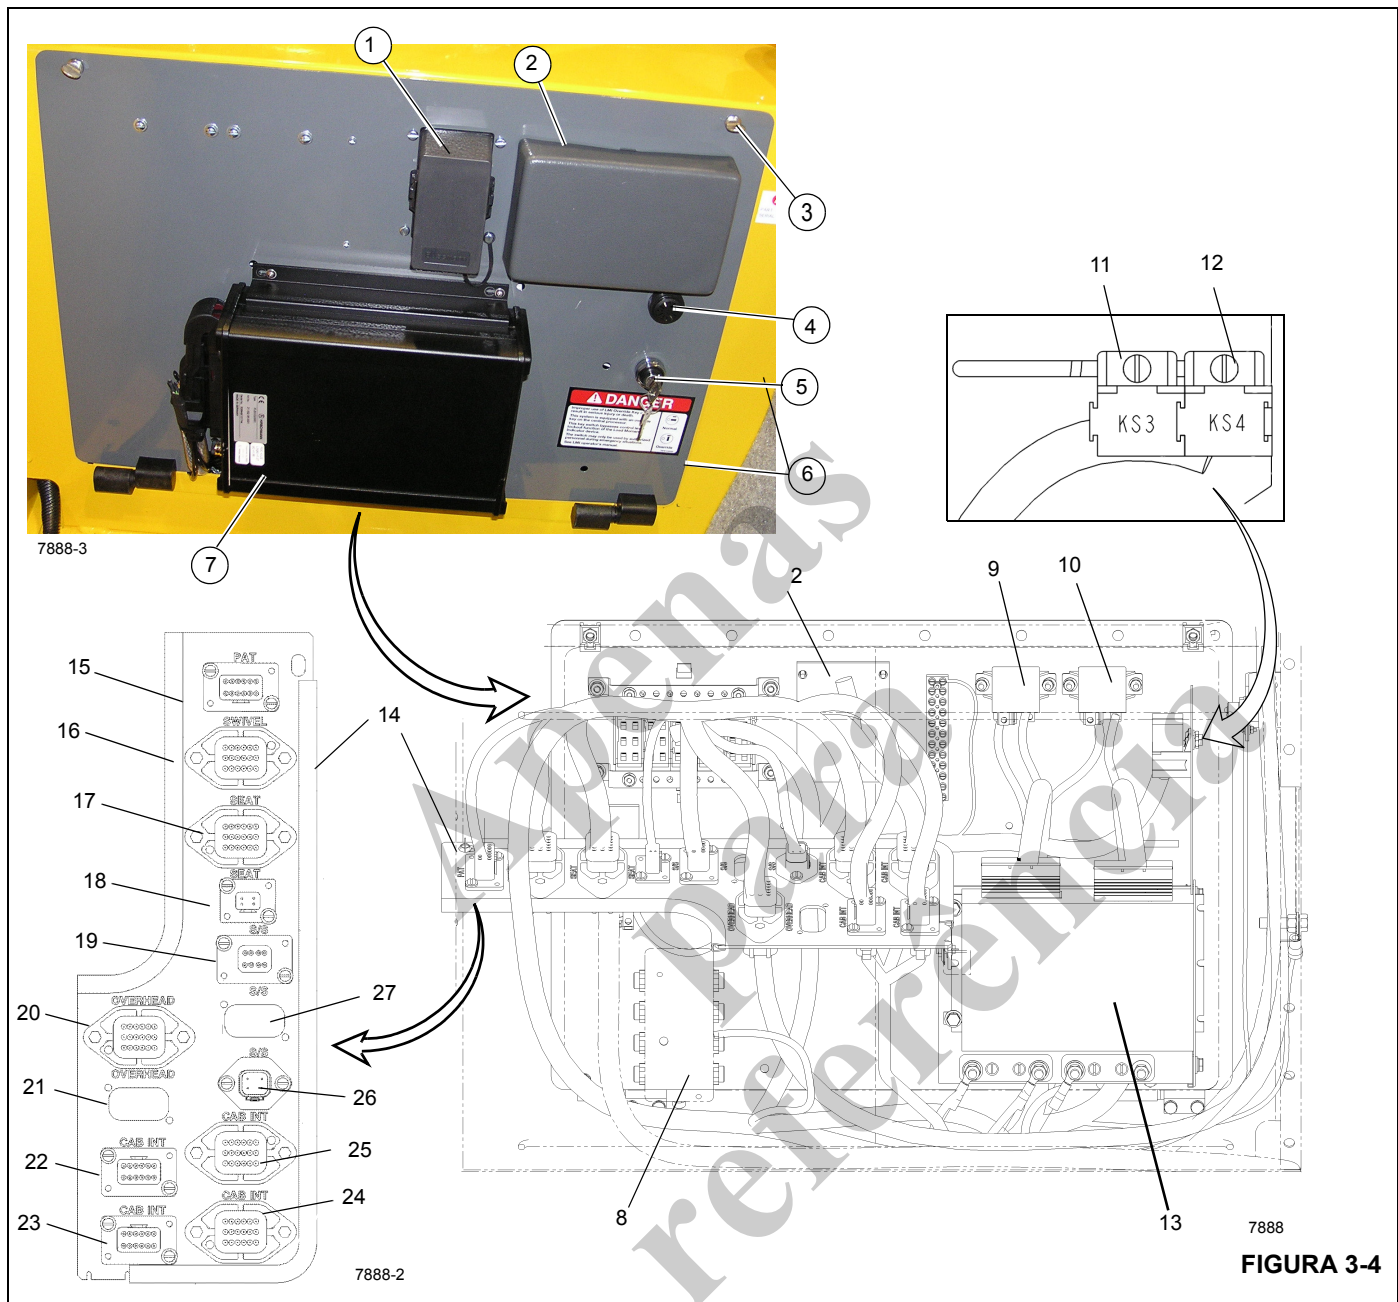

FIGURA 3-4
O painel elétrico da cabine (6) (Figura 3-4) contém os relés da cabine e da superestrutura, a caixa de fusíveis, o anteparo do conector do chicote elétrico, o módulo RCL, a chave de cancelamento do RCL e a campainha de alarme de pulso rápido. Ele está localizado dentro da cabine do guindaste, atrás do assento do operador. O acesso à parte traseira do painel é feito removendo-se os dois parafusos (3) (Figura 3-4) que prendem a tampa do painel.
Os dois relés dos acessórios (9, 10) (Figura 3-4) atrás do painel elétrico da cabine, controlam a alimentação dos fusíveis 9 a 20 na caixa de fusíveis. As bobinas dos relés dos acessórios são energizadas quando a chave de ignição está na posição de funcionamento ou ACC (acessório).
A caixa de fusíveis (2) (Figura 3-4) no painel elétrico da cabine contém vinte fusíveis. Os fusíveis 1 a 5 são energizados quando a bateria está conectada. Quando a bateria está conectada e a chave de ignição está na posição de funcionamento, os fusíveis 6 a 8 são energizados. Se a chave de ignição está na posição ACC, o fusível 8 será energizado enquanto os fusíveis 6 e 7 permanecem desenergizados. Os fusíveis 9 a 12 são energizados através do Relé de ACC N° 1 e os fusíveis 13 a 20 são energizados pelo Relé de ACC N° 2.
Números dos itens da Figura 3-4